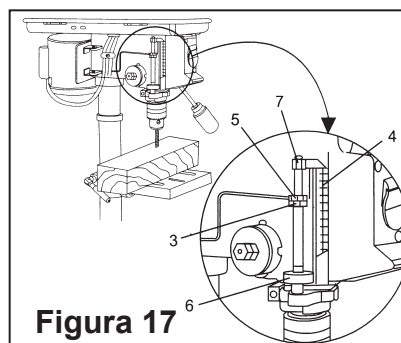

Figura 17
- Haga girar la tuerca del cable inferior (3) hacia abajo para ponerse en contacto con la profundidad stop lug (6) en la cabeza (Figura 17).
- Haga girar la tuerca superior (5) hacia abajo y apriete contra la tuerca del cable inferior (3) (Figura 17).
### Profundidad escala método (Figura 17)